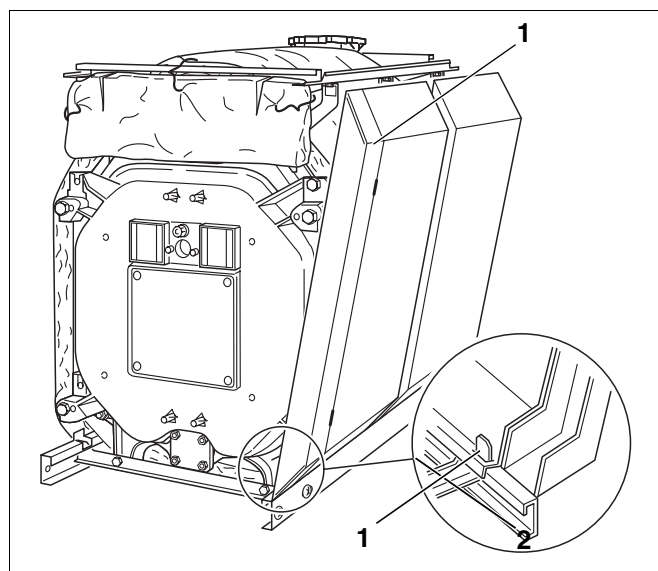

Fig. 49 Fasthægtning af sidekappernes dele
- Hægt de forreste sidekapper i venstre og højre side fast foruden i sokkelskinnernes opbukkede lasker (Fig. 49, **pos. 1**), og skub dem derefter over længdeskinnernes ombuk foroven.